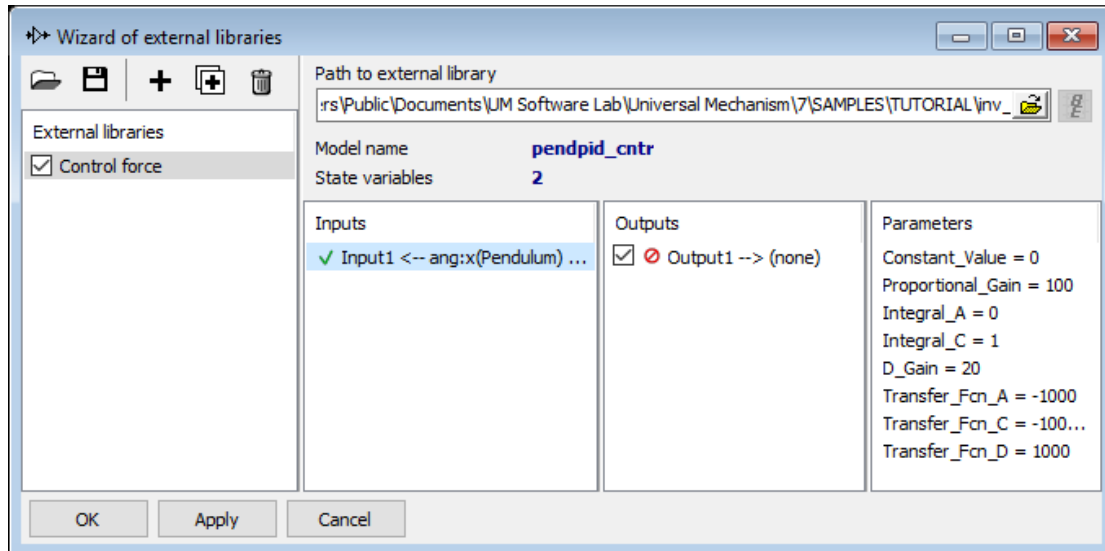

图 3.12 定义控制系统的输入变量
- 将上一步创建的角度变量 **ang:x(Pendulum)** 从变量向导窗口拖到外部库向导窗口 **Input1** 处，作为控制系统的输入信号，最后如图 3.12 所示。